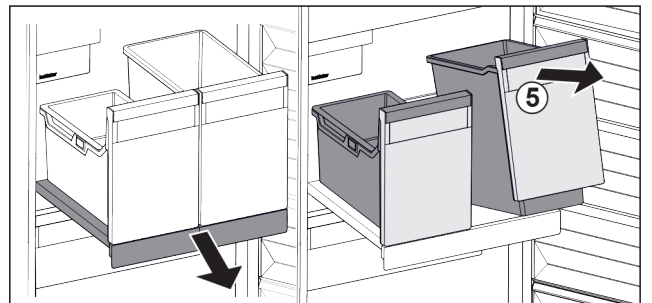

Fig. 139
- ▶ Підняти резервуар Fig. 139 (5) спереду.